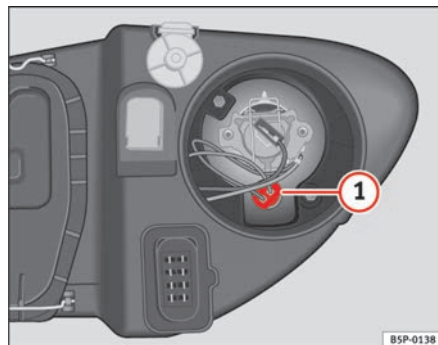

Fig. 189 Luz de presença
- Extrair o porta-lâmpadas ⇒ fig. 189 ① para fora.